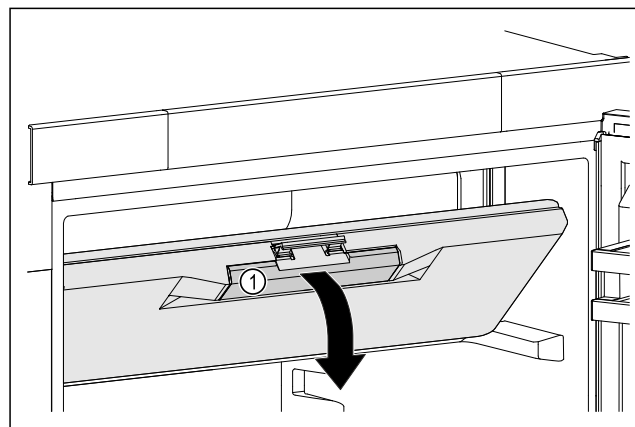

Fig. 41
- ▶ Gefrierfachtür an der Griffmulde Fig. 41 (1) anfassen.